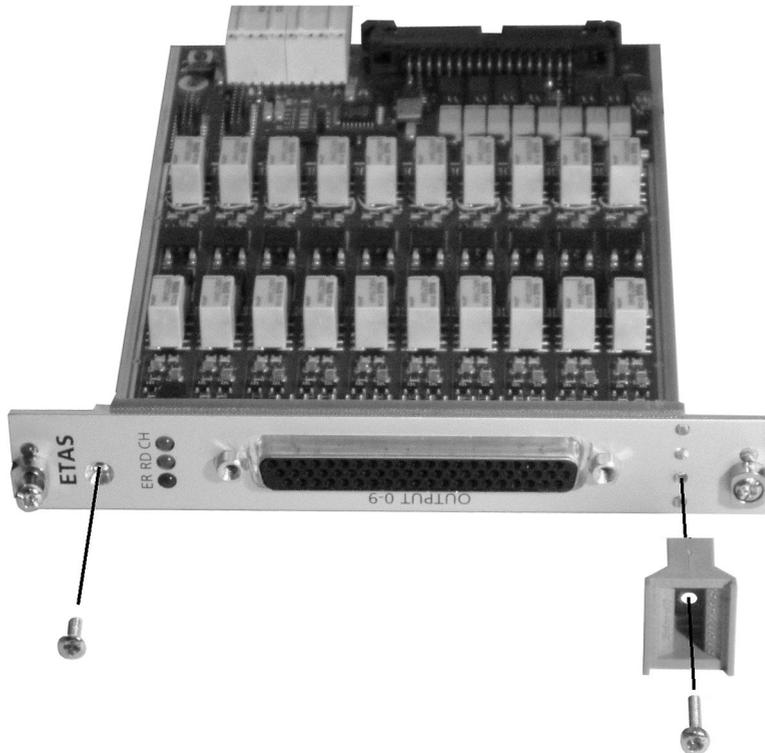

Abb. 4-3 Obere und untere Befestigungsschrauben anbringen
- Befestigen Sie die Frontplatte am unteren Ende und den Frontplattengriff mit der Flachkopfschraube M2,5x16 an dem zuvor angebrachten Halter (Abb. 4-3).